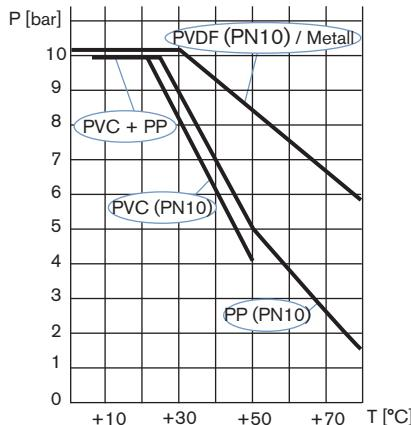
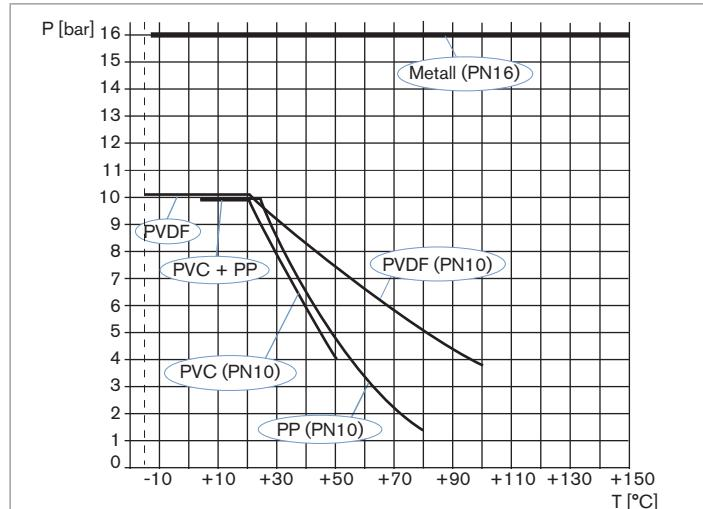

Bild 5: Abhängigkeit zwischen Flüssigkeitstemperatur und -druck des 8041 mit Sensor-Armatur aus PVDF in einem S020 Fitting aus Metall, PVDF, PVC oder PP
Bild 6: Abhängigkeit zwischen Flüssigkeitstemperatur und -druck des 8041 mit Sensor-Armatur aus Edelstahl in einem S020 Fitting aus Metall, PVDF, PVC oder PP
Temperatur der Flüssigkeit	Die Temperatur der Flüssigkeit kann durch den Druck der Flüssigkeit und den Werkstoff des Fittings S020 eingeschränkt sein (siehe Bild 5 und Bild 6). <ul style="list-style-type: none"> ▪ Sensor-Armatur aus Edelstahl ▪ Sensor-Armatur aus PVDF
Druck der Flüssigkeit	Der Druck der Flüssigkeit kann durch die Temperatur der Flüssigkeit und den Werkstoff des Fittings S020 eingeschränkt sein (siehe Bild 5 und Bild 6). <ul style="list-style-type: none"> ▪ PN10 mit Kunststofffitting, PN16 mit Metallfitting ▪ PN10
- Je nach Art der Materialien des Fittings (siehe *Bild 5* und *Bild 6*) die Temperatur-Druck-Abhängigkeit der Flüssigkeit beachten.